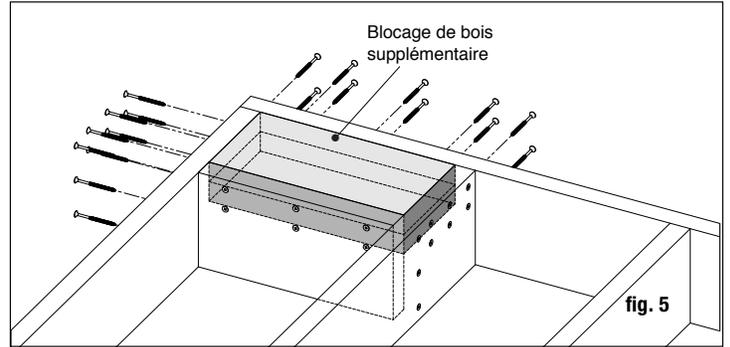

fig. 5
**Étape 3 Installation des messages:** Installez les poteaux en fixant la base en aluminium à la surface de la terrasse. Positionnez le poteau de façon à ce que l'attache entre dans la solive de plancher et assurez-vous que le platelage est fermement attaché à la solive à l'emplacement des poteaux. Un blocage structurel / une charpente appropriée sous le matériau de la terrasse est nécessaire lors de la fixation du poteau à une terrasse à ossature de bois, car la terrasse seule n'est pas approuvée comme ossature structurelle (fig. 5).